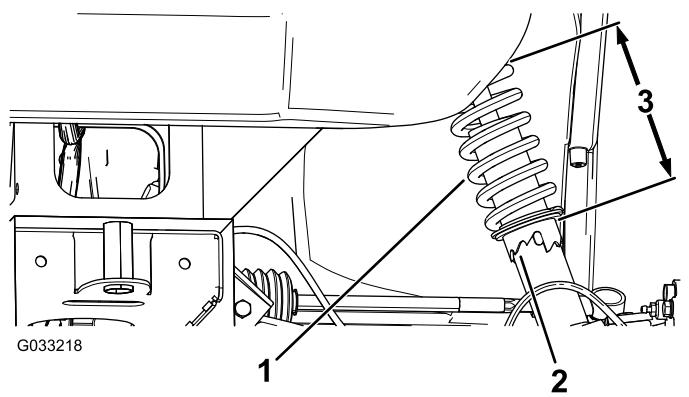

Рисунок 53
- Если развал не отрегулирован, используйте ключ, чтобы повернуть кольцо на амортизаторе для выравнивания колеса (Рисунок 53).